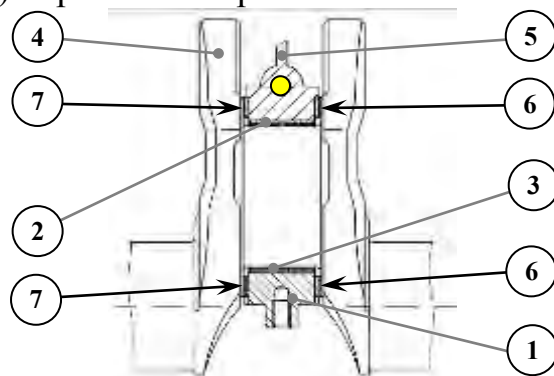

Рис.20. Средний коренной подшипник коленчатого вала:
**Упорный подшипник** коленчатого вала (рис.20). Осевое перемещение коленчатого вала ограничивается упорными полушайбами 6 и 7, расположенными по обе стороны средней (третьей) коренной опоры.
Гидронатяжитель устанавливается на двигатель в собранном (заряженном) состоянии, когда плунжер 3 удерживается в корпусе 4 с помощью стопорного кольца 6 (рис.20).